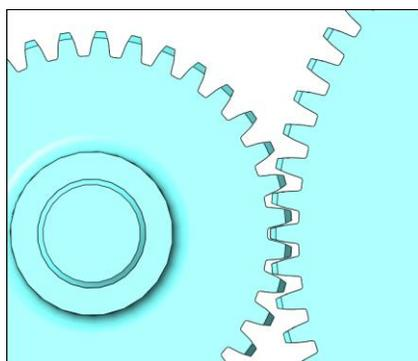

Рис. 6.35
- В реальном редукторе при вращении зубчатого колеса происходит вращение вала-шестерни. При этом скорость вращения вала-шестерни в два раза превышает скорость вращения ступенчатого вала с зубчатым колесом, т. е. передаточное отношение равно двум. Такое вращение можно реализовать и в SolidWorks 2011. Сначала расположим зубчатое колесо и шестерню таким образом, чтобы зубья шестерни точно попали между зубьями колеса (рис. 6.35).